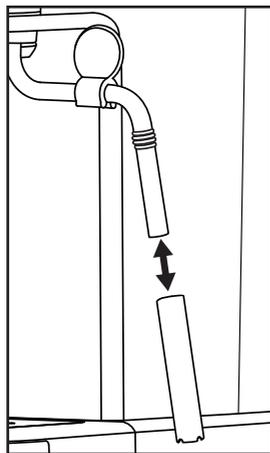

Figure 1
- 1) Tenez un récipient vide sous le mousser à lait ⑩.
- 2) Juste après utilisation, tournez le régulateur de vapeur ⑦ sur «☞/☉» et laissez s'échapper la vapeur quelques secondes.
- 3) Fermez le régulateur de vapeur ⑦ (tournez jusqu'à la butée dans le sens «●»), arrêtez l'appareil et débranchez la fiche secteur.
- 5) Retirez la gaine du mousser à lait ⑩ (figure 1) et la nettoyer soigneusement à l'eau chaude.
- 7) Glissez à nouveau la gaine sur la buse (figure 1).